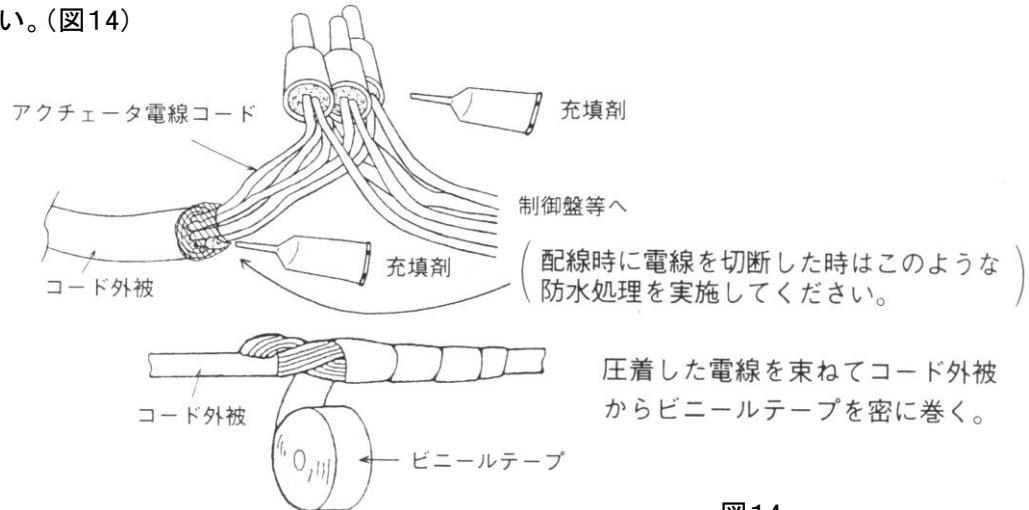

図14
- 配線コードとコード内の電線には若干の隙間があり、コード接続部や末端の防水処理が不完全ですと、毛細管現象でアクチュエータ内に水分が浸入して、内部腐食により作動不良を発生させる場合があります。コード接続部・末端部の防水処理を確実に行ってください。(図14)